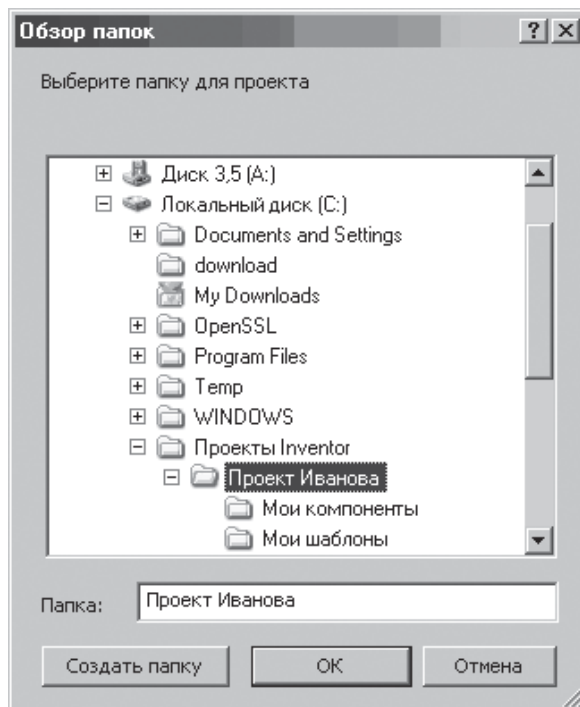

Рис. 1.7
- ♦ щелкните левой клавишей мыши по кнопке с многоточием и в диалоговом окне **Обзор папок** (рис. 1.7) укажите расположение предварительно созданной корневой папки проекта — **Проект Иванова**, затем нажмите кнопку **ОК**.